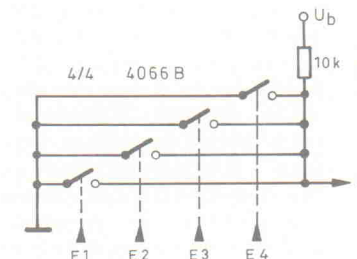

Bild 34. Analogschalter als NOR-Gatter mit vier Eingängen.
**NOR-Gatter mit vier Eingängen:** A wird nur dann H, wenn alle  $E=L$  (Bild 34);